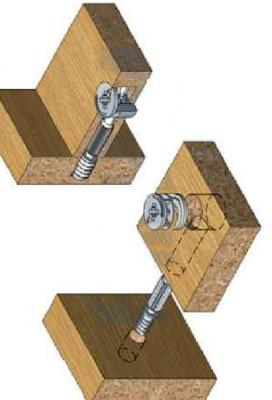

Рис.2. Схема сборки обувницы
Сборка обувницы: Собрать обувницы согласно схемы сборки (рис.2) . Планки (VII) вставить в пазы обувного механизма (13) и закрепить саморезами 3х15(10) . Возможен съем одной средней планки. Фасады (VI) закрепить к механизму (13) саморезами 3,5х15(10), ручки(9) закрепить на прилагаемых к ним винтах.